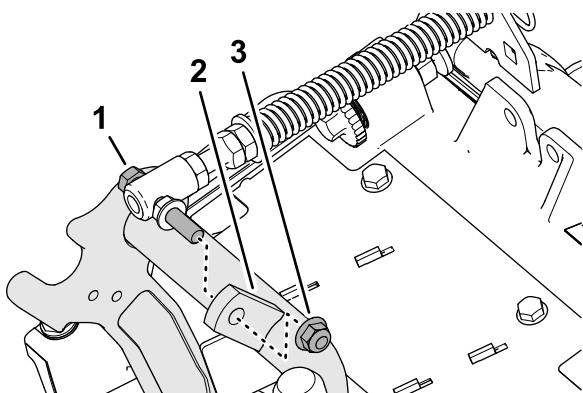

Рисунок 12
3. Отверните фланцевую контргайку (3/8 дюйма), которая крепит колпачковый винт пружины компенсации состояния грунта к правому выступу несущей рамы, и снимите пружину компенсации с режущего блока (Рисунок 12).